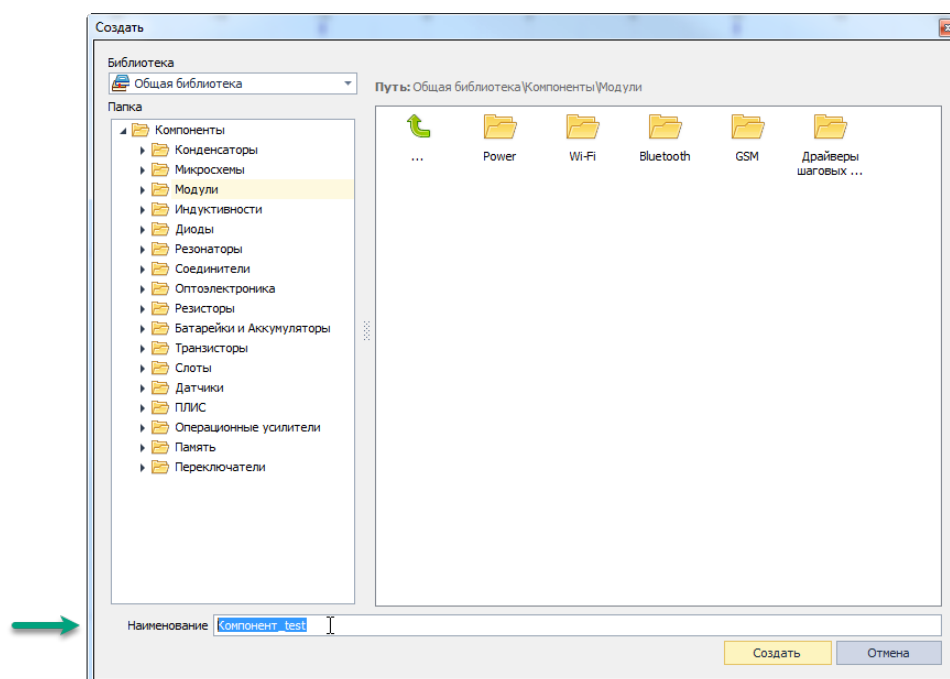

Рис. 207 Ввод имени создаваемого компонента
9. Ввести имя создаваемого компонента в поле «Наименование», см. Рис. 207.